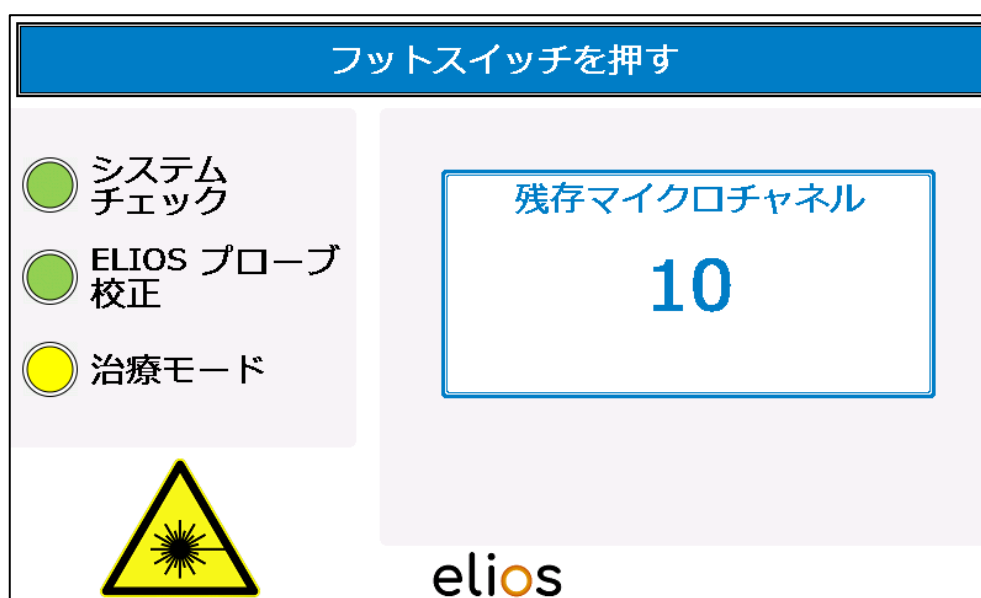

図 4-15 : TREATMENT MODE（治療モード）
- フットスイッチを操作するとレーザーが**直ち**に作動し、1 回の治療につき 20 パルスが照射されます（図 4-15）。
- 画面には、残りのマイクロチャネル数が表示されます（図 4-15）。